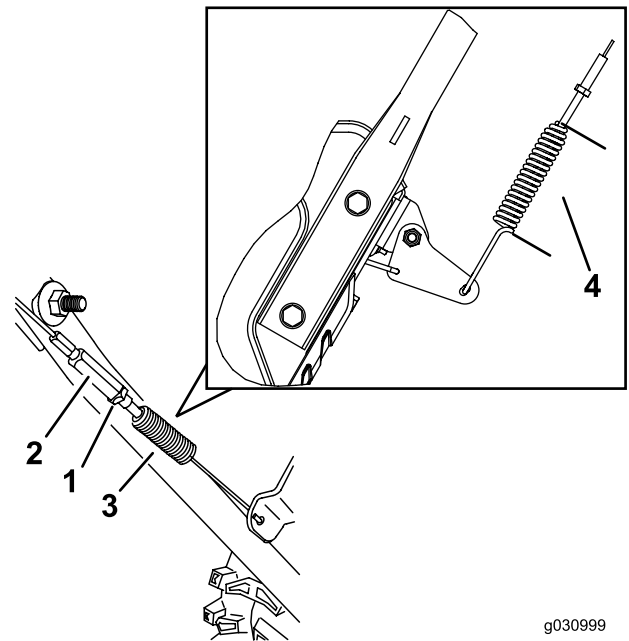

Figure 27
3. Desserrez ou serrez le tendeur pour régler la longueur du ressort à 5,5 cm (2-3/16 po), comme montré à la Figure 27.
4. Serrez l'écrou de blocage (Figure 27) en vérifiant que le câble est légèrement tendu.